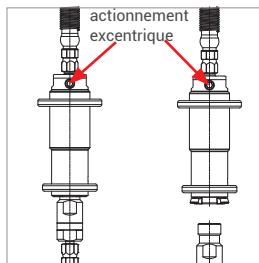

Figure 11
- ▶ Tournez l'actionnement excentrique (pos. 2) de 180° à l'aide d'une clé Allen SW6 (*Figure 11*) ➔ les mâchoires de serrage s'ouvrent